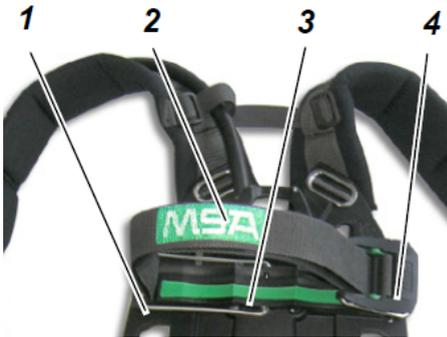
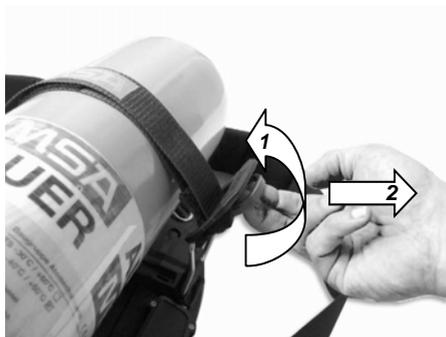

Fig. 17 Autorespiratore - dettagli
Fig. 19 Regolare nuovamente la lunghezza della cinghia sulla fibbia
- (1) Posizionare l'autorespiratore orizzontalmente in modo che il lato posteriore sia rivolto verso l'alto (→ Fig. 17).
- (2) Posizionare il distanziale bombole (1) orizzontalmente, bloccandolo sul lato opposto a quello della fibbia (4).
- (3) Controllare che la guarnizione del codolo alta pressione del riduttore di pressione sia in condizioni ottimali.
- (9) Controllare la posizione della bombola, se necessario stringerla ulteriormente.
- (10) Premere delicatamente la fibbia della bombola verso il basso (4) al centro e fino in fondo finché non scatta in posizione.
- (11) Se nel premere la cinghia della bombola la forza/tensione di spinta è eccessiva, regolare nuovamente la lunghezza della cinghia sulla fibbia della bombola. Se la tensione della cinghia è troppo bassa, regolare nuovamente la lunghezza della cinghia sulla fibbia della bombola (→ Fig. 19).
- (1) Se necessario avvitare l'adattatore per bombola *alphaCLICK 2* sulla valvola della bombola con una coppia specifica di 20-30 Nm (→ sezione 5).
- (2) Posizionare l'autorespiratore in posizione orizzontale in modo che il lato posteriore sia rivolto verso l'alto (→ Fig. 17).
- (3) Posizionare il distanziale bombole (1) orizzontalmente, bloccandolo sul lato opposto a quello della fibbia della bombola (4).
- (9) Controllare il posizionamento della bombola di aria compressa e, se necessario, rimetterla in posizione.
- (12) Fissare l'estremità libera della cinghia di ritegno della bombola alla fascetta in Velcro.
- (13) Aprire brevemente la valvola della bombola e verificare la presenza di perdite e, se necessario, stringerla ulteriormente.
- (2) Portare il distanziale (1) in posizione verticale fino al suo bloccaggio.
- (3) Se al riduttore di pressione (12) non è collegato alcun raccordo a T, controllare le guarnizioni sul riduttore di pressione e sul raccordo a T e avvitare quest'ultimo senza stringerlo.
- (4) Aprire la fibbia della cinghia della bombola ed eliminare qualsiasi tensione estendendo la cinghia per tutta la sua lunghezza e tirando la piccola barra sulla fibbia (→ Fig. 19).
- (5) Far scorrere una bombola attraverso la cinghia di ritegno in modo che la valvola della bombola sia rivolta verso il raccordo a T e poggi su uno dei supporti esterni.
- (6) Avvitare leggermente la valvola della bombola sul raccordo a T.
- (7) Posizionare la seconda bombola ad aria compressa attraverso la cinghia di ritegno in modo che la valvola della bombola sia rivolta verso il raccordo a T e poggi sul supporto esterno.
- (8) Avvitare leggermente la seconda valvola della bombola sul raccordo a T.
- (12) Premere la fibbia verso il basso fino al suo bloccaggio.
- (13) Se nel premere la cinghia della bombola la forza/tensione di spinta è eccessiva, regolare nuovamente la lunghezza della cinghia sulla fibbia della bombola. Se la tensione della cinghia è troppo bassa, regolare nuovamente la lunghezza della cinghia sulla fibbia della bombola (→ Fig. 19).
- (14) Fissare l'estremità libera della cinghia di fissaggio bombola sulla fascetta in velcro.
- (15) Controllare che le bombole d'aria compressa siano ben salde in posizione, stringere nuovamente la cinghia se necessario.